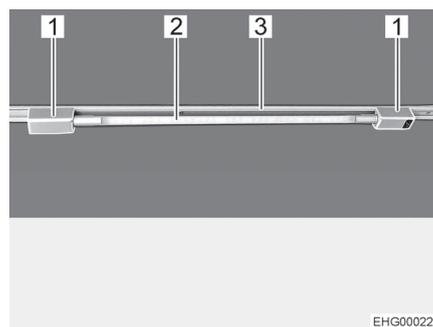

Bild 26 Röhrenleuchte
- Beide Halter (Bild 26,1) in die Schiene (Bild 26,3) einsetzen. Dazu die Halter um 90° drehen.
- Leuchtenkörper (Bild 26,2) in einen der Halter stecken.
*Röhrenleuchte drehen:* ■ Leuchtenkörper (Bild 26,2) drehen, bis die gewünschte Leuchtwirkung erreicht ist.